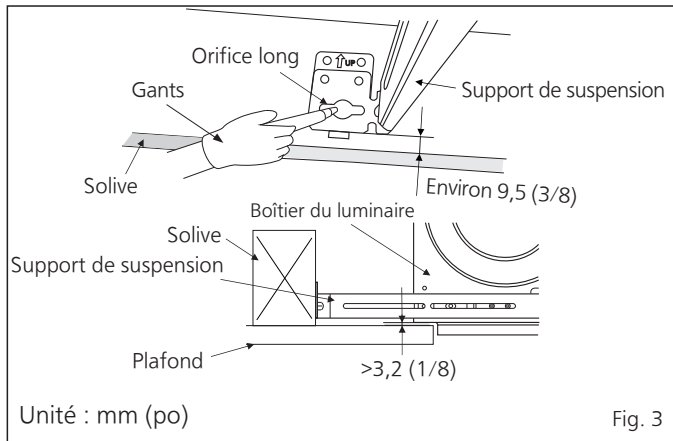

Fig. 3
3. Placez le boîtier du luminaire entre les solives et tenez-le correctement. Marquez les longs orifices des quatre supports de suspension sur les solives. (Voir Fig. 3)